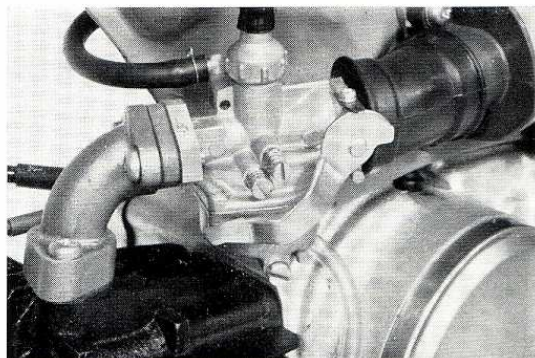

Fig. 44. — RÉGLAGE DU CARBURATEUR EN MARCHÉ À VIDE.
3. Réajustez la vis de limitation pour marche à vide à la marche à vide normale de 1.500 rotations par minute. (Fig. 44).